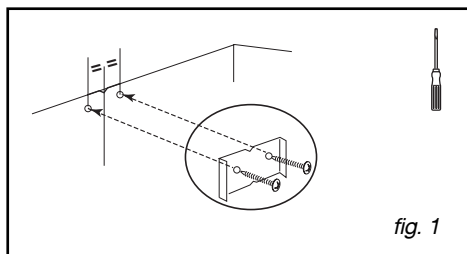

fig. 1
– Fixez contre le mur, en appui sur le plafond, le support de cheminée métallique avec les deux vis (fig. 1).